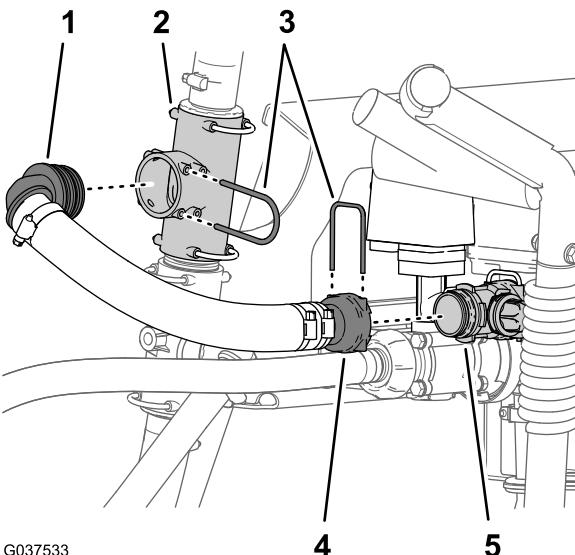

Figura 36
- Retire o retentor que prende a união estriada reta do tubo de distribuição da agitação à válvula de distribuição da agitação (Figura 36).
2. Retire o retentor que prende a união estriada de 90° do tubo de distribuição da agitação à união em T superior (Figura 36).
3. Retire o tubo de distribuição da agitação da máquina (Figura 36).